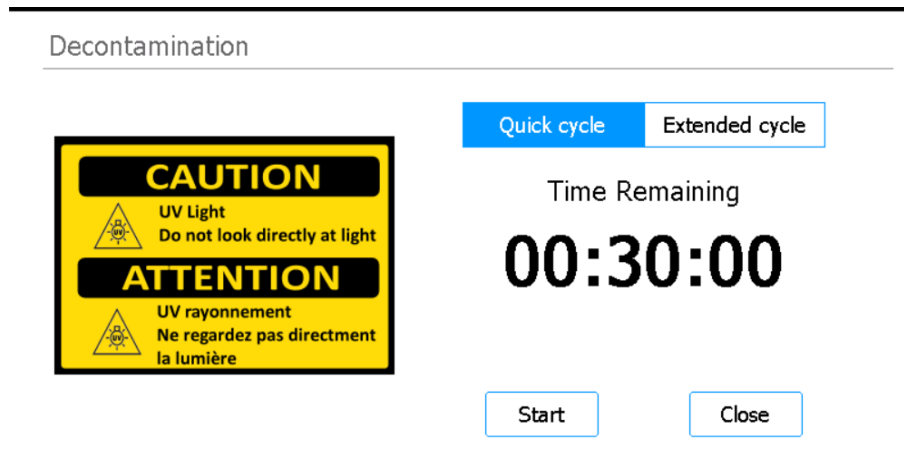

Figura 24 Pantalla Decontamination con Quick cycle seleccionado
- 3 En la parte superior de la pantalla, seleccione **Quick cycle**, como se muestra en la Figura 24